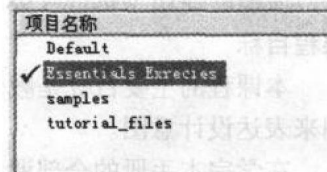

图 1
- d. 在“项目”窗口，双击 Essentials_Exercise 项目，激活该项目，如图 1 所示。